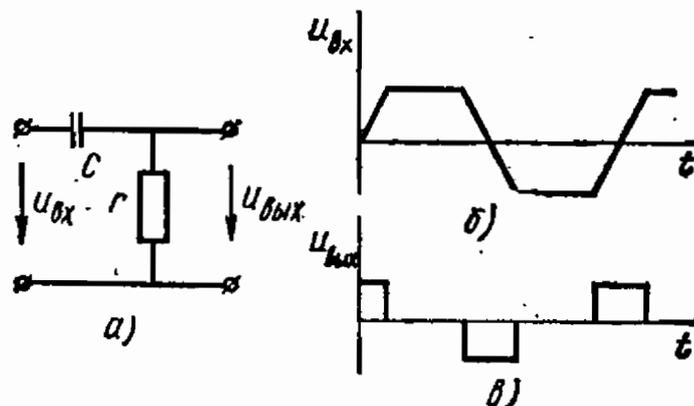

Рис. 8.22
8.22. Изобразить график мгновенных значений напряжения $u_{\text{вых}}$ для схемы рис. 8.22, а, если входное напряжение $u_{\text{вх}}$ изменяется по закону, показанному на рис. 8.22, б. Параметры схемы r и C подобраны таким образом, что $u_C \gg u_r$.
Решение. Напряжение на выходе прямо пропорционально току $u_{\text{вых}} = ri$. Так как $u_C \gg u_r$, то можно принять $u_C \approx u_{\text{вх}}$, следовательно, $i = C \frac{du_C}{dt} \approx C \frac{du_{\text{вх}}}{dt}$. Тогда $u_{\text{вых}} = ri = rC \frac{du_{\text{вх}}}{dt}$ и схема рис. 8.22 осуществляет операцию дифференцирования входного напряжения по времени. Закон изменения выходного напряжения приведен на рис. 8.22, в.